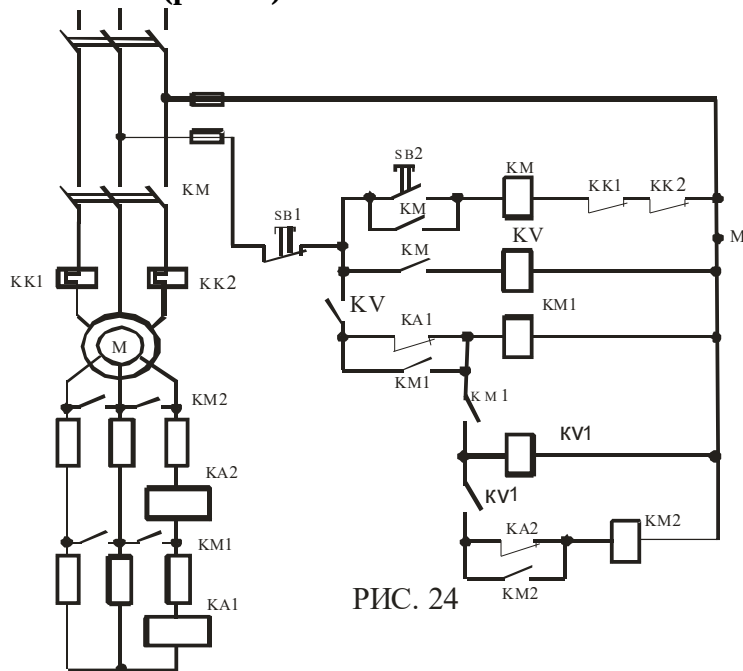
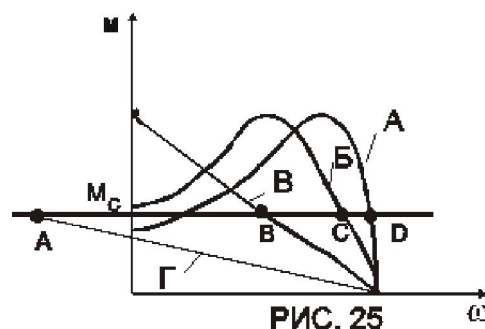

РИС. 24
РИС. 25
**В какой точке (рис. 25) остановится разбег двигателя, если электрическая цепь разорвется в точке М (рис. 24):**